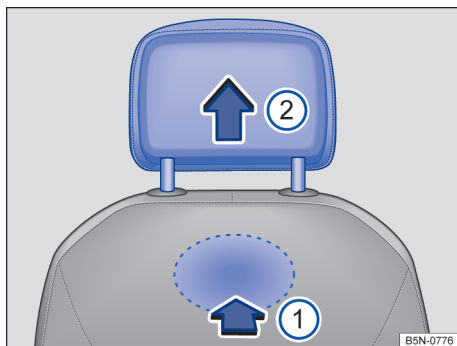

Fig. 83 Apoio para cabeça dianteiro: desinstalar.
- Para desbloquear, procure o rebaixo situado na parte posterior do encosto na zona marcada e pressione no sentido da seta → Fig. 83 ①.
- Extraia o apoio para cabeça no sentido da seta ②.